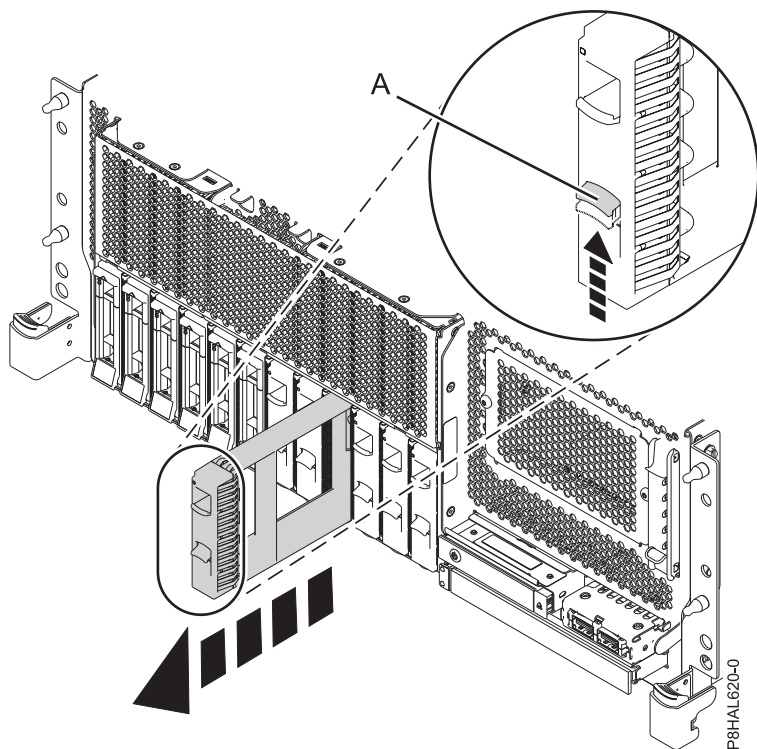

Figura 33. Extracción de un panel de relleno de unidad de disco de un sistema de función base montado en bastidor
- a. Empuje el pestillo (**A**) en el asa del panel de relleno en la dirección que se muestra en la Figura 33 en la página 40.